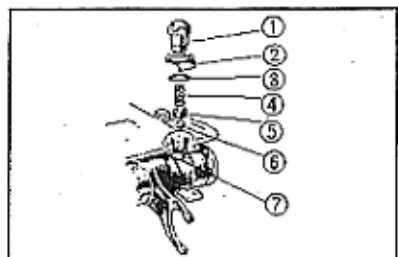

Fig. 3-83 ① Molla. ⑤ Cappellino della molla.
3. Collocare la parte incavata nel tamburo selettore come indicato in fig. 3-83 ed installare la sfera di acciaio, il cappellino della molla e la molla, e quindi bloccare il tutto mediante il bullone di fissaggio.